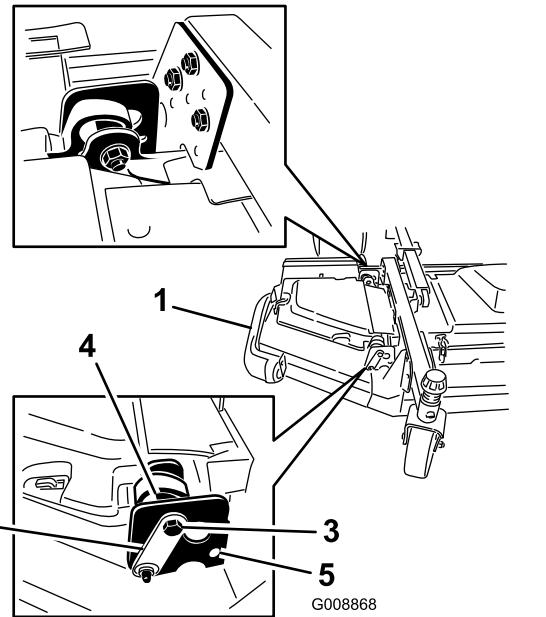

Figura 7
4. Ruotate l'eccentrico posteriore (più vicino al trattore) fino a quando l'estremità della lama esterna non si trova circa 3 mm più in alto dell'altezza di taglio desiderata (Figura 7).